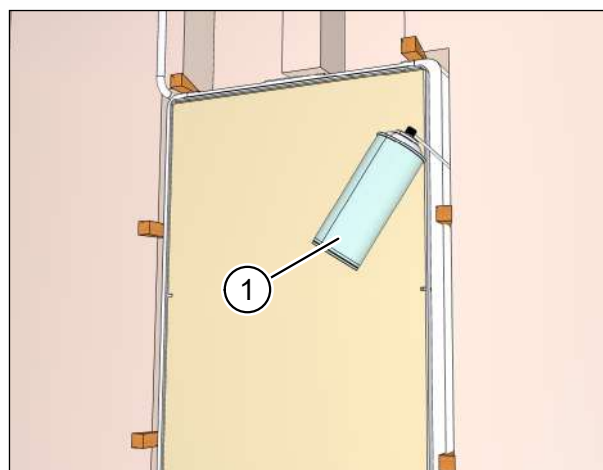

Fig. 26: Schiumatura delle cavità intorno alla cassetta a muro
- ▶ Riempire di schiuma di montaggio o di altri materiali di riempimento adeguati gli interstizi tra la cassetta a muro e l'apertura del muro continuamente e senza interruzioni per tutto il perimetro (pos. 1 nella Fig. 26). Assicurarsi tuttavia che le aperture per aria estratta e aria inserita sul lato superiore della cassetta a muro non vengano coperte dalla schiuma di montaggio.